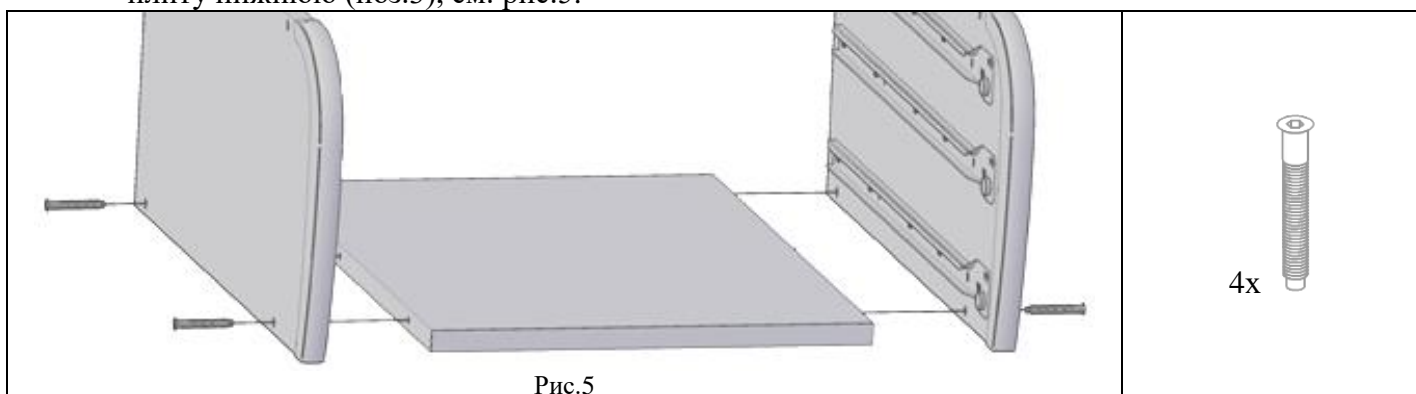

Рис.5
4.1.5. К сборкам по п.4.1.3. и п.4.1.4. прикрутить с помощью винтов конфирмат (поз.3, пакет № 53б) плиту нижнюю (поз.3), см. рис.5.